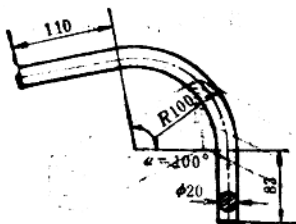

图 7
3. 用 $\phi 20$ 圆钢加工如图 7 所示构件, 尺寸单位为毫米, 求其展开长度为多少毫米?